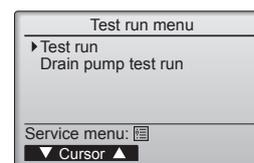

Fig. 7-2
- ② Selezionare l'opzione "Test run" (Prova di funzionamento) dal relativo menu, quindi premere il pulsante [SCEGLI]. (Fig. 7-2)
- ③ Viene avviata la prova di funzionamento e viene visualizzato il relativo schermo.
#### 7.3. Autodiagnosi (Fig. 7-2)